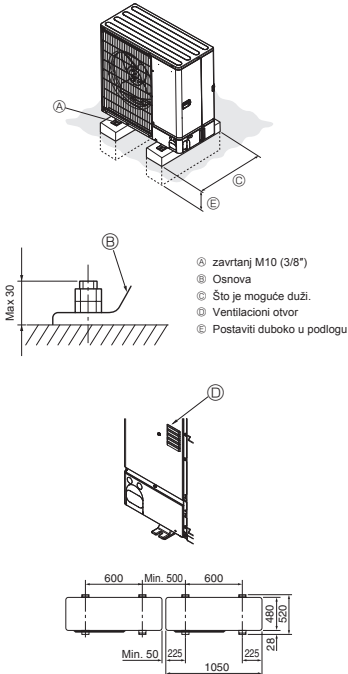

Fig. 3-1
- Obavezno montirajte jedinicu na čvrstoj i ravnoj površini, da biste sprečili pojavu zveckanja tokom rada. (Fig. 3-1)